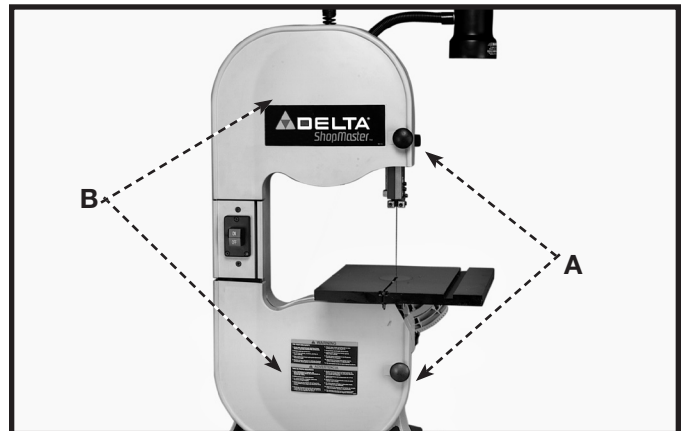

Fig. 23
Al hacer los ajustes tales como cambiando la hoja, ras-treando la hoja, los ajustes de la guía de hoja, etc., el de puertas (B) Fig. 23 pueden ser abiertos de la siguiente manera:
1. Saque el dos de picaportes que cierra (A) Fig. 23, y puertas (B) de columpio abren.
3. Para cerrar y abrochar de puertas (B) Fig. 23, la prensa en las puertas directamente sobre los picaportes (A) hasta los picaportes chasquéa en la posición que cierra.